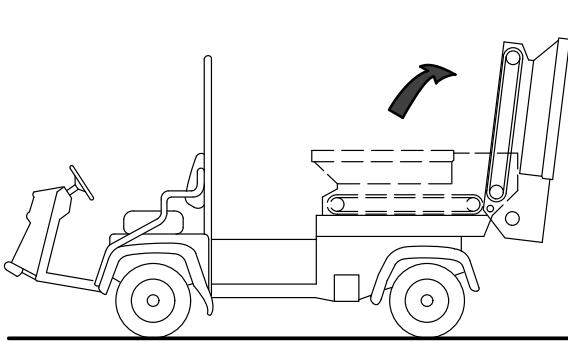

Рисунок 32
3. Поверните бункер назад и прислоните его к стене, стойке, лестнице и т.п. (Рисунок 32).
Убедитесь, что бункер откинут дальше оси поворота и (или) прикреплен к стене или столбу, чтобы исключить его случайное падение в рабочую зону (Рисунок 32).
- Осторожно поверните бункер, опустив его вниз на балки подвижной рамы; см. Рисунок 32 в разделе Снятие подвижной плиты \(страница 26\).